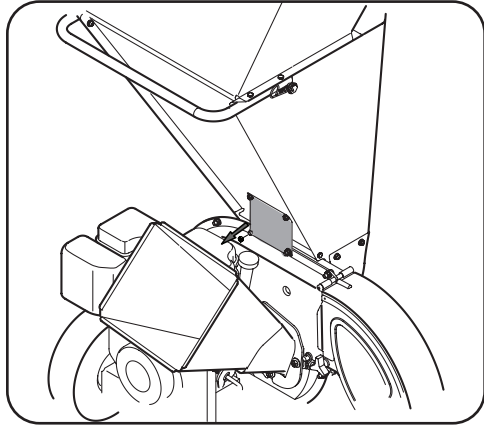

Figure 4-3
2. Retirez les deux écrous à bride et les deux boulons qui fixent le support de la trémie d'alimentation de la broyeuse au boîtier de la turbine. Gardez la quincaillerie pour usage ultérieur. Voir Figure 4-3.